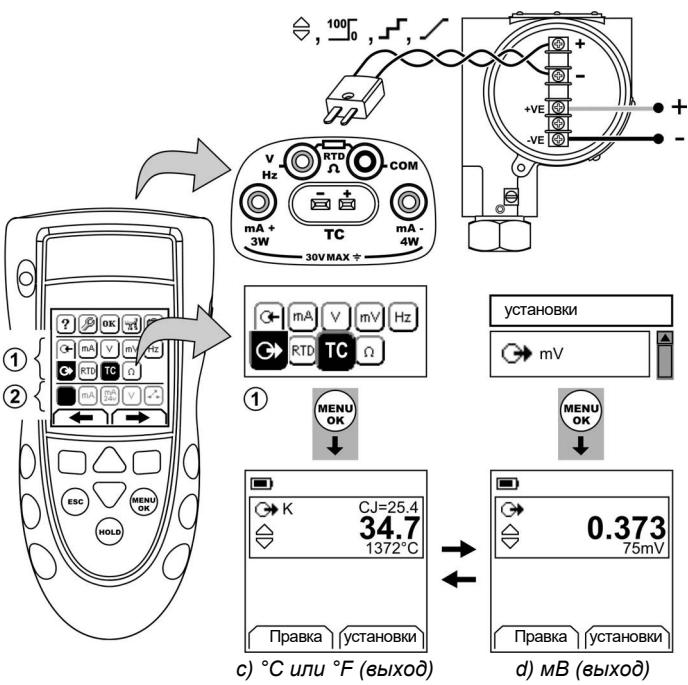

Рисунок 9: Пример конфигурации - Для измерения/имитации значений температуры ($^{\circ}\text{C}/^{\circ}\text{F}$) или мВ ТС
Подсоедините провода ТС к соответствующему разъему ТС (Рисунок 9). Более широкий лепесток является отрицательным контактом. Затем подключите разъем к прибору.
- Подключите прибор (Рисунок 9) и, при необходимости, отрегулируйте *Настройка* (Таблица 1).